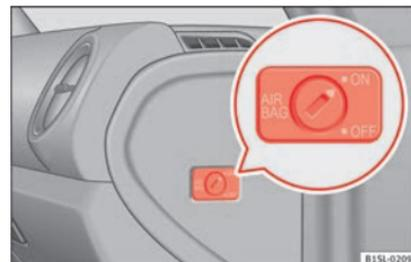

Abb. 20 Auf der Beifahrerseite: Schlüsselschalter zum Ab- und Einschalten des Beifahrer-Frontairbags.
- Drehen Sie den Schlüsselschalter mit dem Fahrzeugschlüssel in die Position **AUS** »» **Abb. 20**.